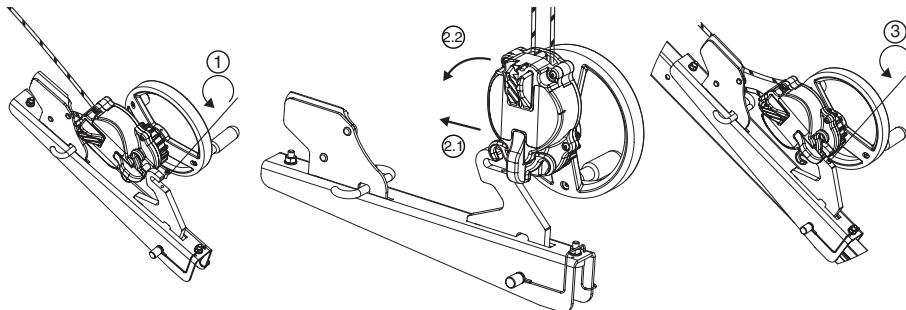

Fig. 8
6.3.4. Derope™-toestel UP R (Fig. 8, 9 en 10)
Het Derope™-toestel UP R moet op de poot van de tracpode drievoet van Tractel® bevestigd worden zoals aangegeven in Fig. 8. Elke andere bevestiging op een ander punt dan de tracpode drievoet van Tractel® is verboden.
- Schroef de blokkeerschroef van de verankerhaak van de console voor het Derope™-toestel UP R los (Fig. 8,1).
- Plaats het Derope™-toestel UP R op de verankerhaak (Fig. 8, 2.1 – 2.2).
- Schroef de blokkeerschroef weer vast om te vermijden dat het toestel zich van de console losmaakt (Fig. 8, 3) en controleer op deze goed geplaatst en goed vastzit.